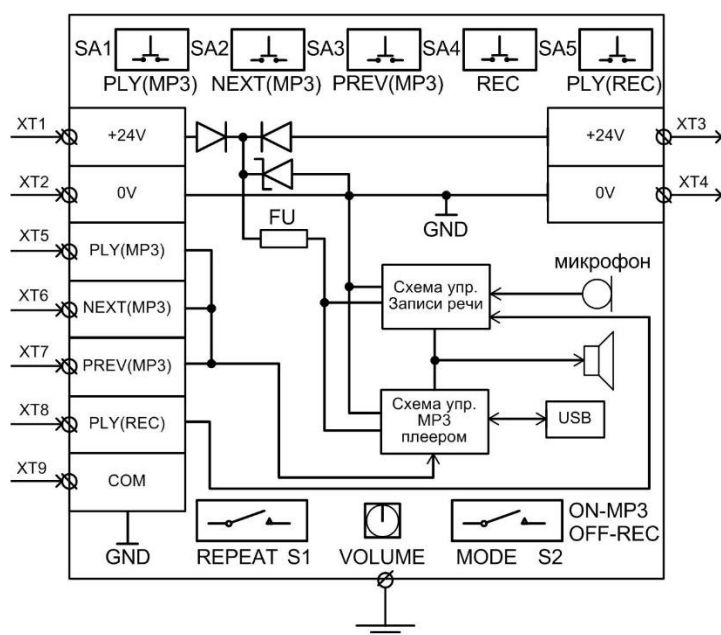
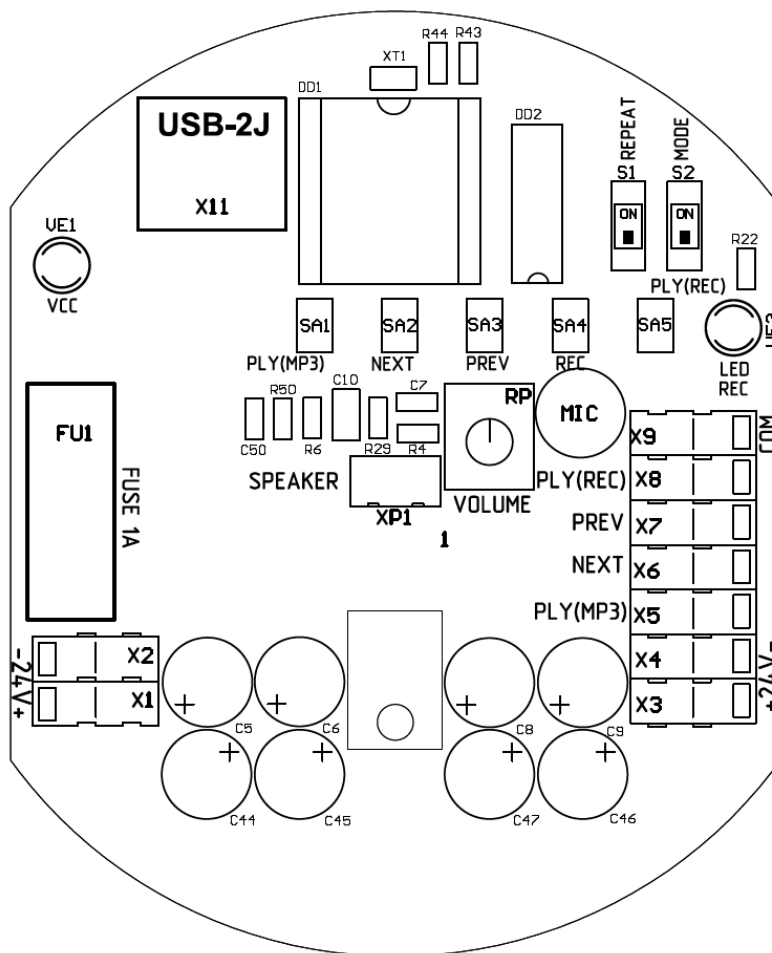

Рис.1 Схема подключения Оповещателя активного ГРОЗА-Ех-РО-А
Рис.2 Расположение клемм на печатной плате Оповещателя активного ГРОЗА-Ex-PO-A
8.2.6.1 Схема подключения и расположение клемм на плате приведены на рис.1, рис.2. При трехпроводной схеме подключения используется внутренний зажим заземления. Провода кабеля необходимо разделить на длину 5...7 мм, диаметр каждого провода не должен превышать 2,5 мм. Разделанные провода подключить к соответствующим клеммам WAGO отжав контакты с помощью специального инструмента или отвёртки.